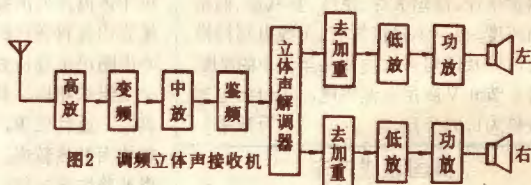

图2 调频立体声接收机
由于二极管正向电阻很小,流过耳机的电流很大,所以耳机的一端和二极管的引线相碰时,“喀喀”声很响;而图2中,由于二极管的反向电阻很大,流过耳机的电流很小,因而声音很弱。
调频立体声收音机与单声道的调频收音机很相似,从天线到鉴频器,以及低放和扬声器都是相同的。其最大的区别是在鉴频器之后增加了一个立体声解调器,此外,低放和功放是双声道的(如图2)。
在电子管放大器中，对负载要求与晶体管不同，一般五极管或束射四极管，当电源电压确定后，它只对某一小范围的负载阻抗能输出较大的功率而失真也较小，大于小于这个范围较远的负载阻抗，都会使输出变小而失真增大（见图2）。一般手册中都规定了典型工作状态和最佳负载阻抗。例如常用的6P1功放管，手册中规定在屏压250V单管甲类放大时，最佳负载为5千欧，故不能直接接用低阻的扬声器，要通过输出变压器将其阻抗变换为5千欧。某一种输出变压器只能适用于某一种扬声器阻抗，如果扬声器阻抗成倍地变化，则输出变压器也必须改变圈数比才行。
带盒的机构如图1和图2所示。图1为内部结构,图2为带盒的外形。下面,我们对带盒机构进行解剖分析。
1. 盘芯孔 图2中间两个较大的圆孔即为盘芯孔,盒内两个卷绕磁带的盘芯分别处于这两个孔处。当带盒放入录音机时,机芯上的供卷带盘轴即分别从此两孔中穿过,借助花键和羽键的啮合使带卷转动。
2. 基准孔 图2中的两个方孔名叫基准孔,它是决定带盒与录音机的机芯之间相对位置的基准。当带盒装入录音机后,其位置基本上就由两个带盘轴和插入基准孔的两个基准销决定了。
4. 几个窗口 如图2所示,在带盒的前面有三个大窗口和两个小窗口。中间的大窗口一般是放置录放头用的,在三磁头式高级录音座中是摆放音头或录放组合头的。盒式机的磁头和压带轮是装在一个可以相对于机架滑动的小滑板上的,当进行录音或放音时,滑板就移向带盒,录放头就伸进带盒中间的大窗口中,使磁带被压在磁头缝隙和弹簧压垫之间运行,从而实现稳定的录音或放音。这个窗口的作用很重要。